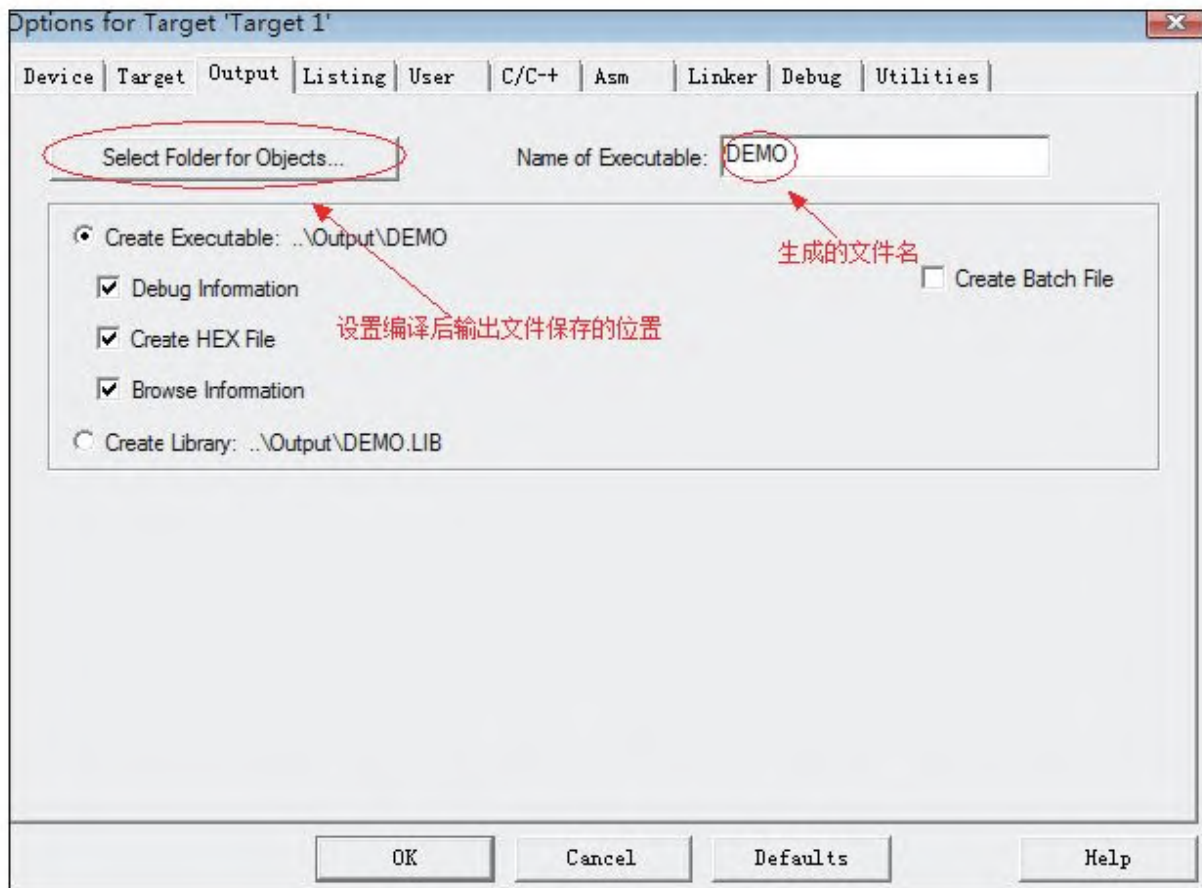

图 3-18 Output选项卡
12) 至此，我们的工程已经基本建好，接下来我们来配置MDK的某些选项卡，点击工具栏中的魔术棒按钮 ，在弹出来的窗口中选中“Output”选项卡，见图3-18。